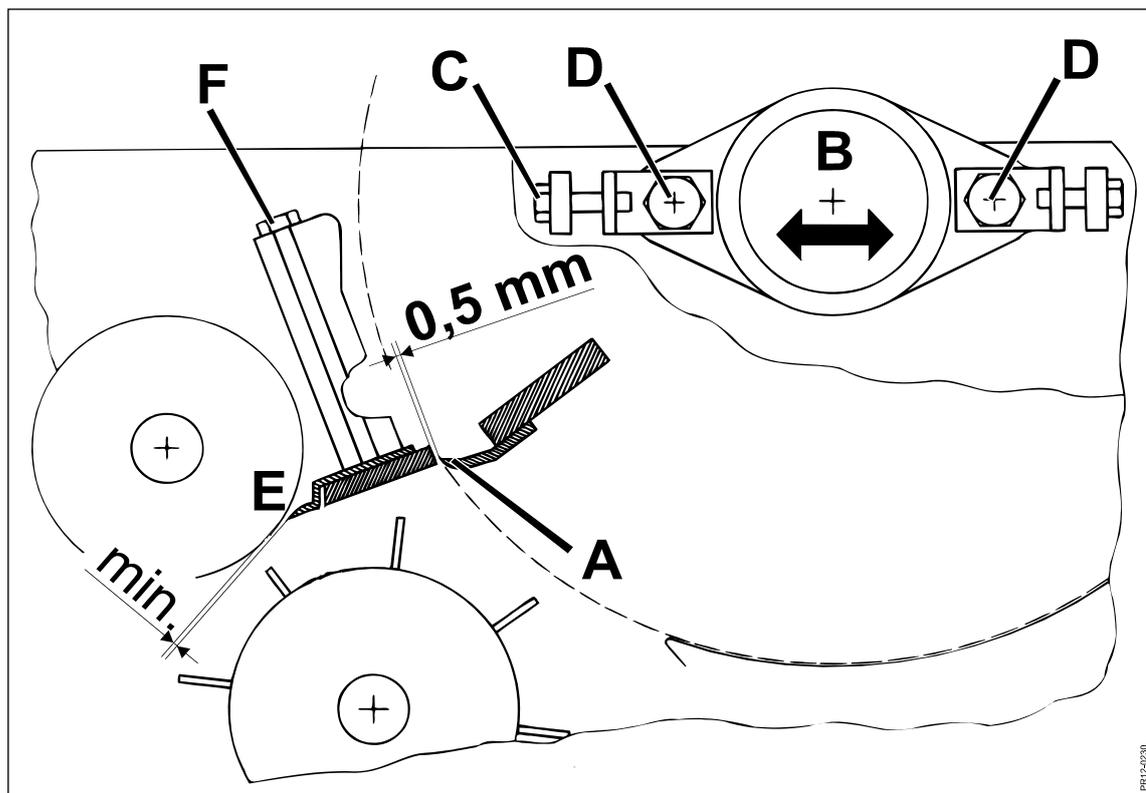
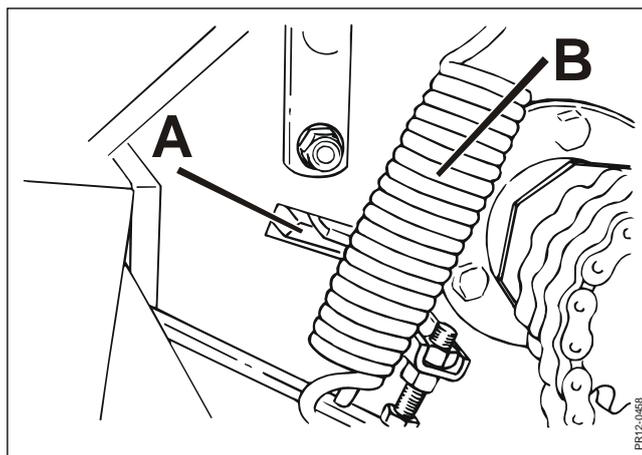

Abb. 4-15
Abb. 4-16
**Abb. 4-15** Der Abstand **A** zwischen den Rotormessern und der Schneidkante muss regelmäßig überprüft werden. Die Überprüfung erfolgt mithilfe eines Messgeräts (Gerät für Abstandsmessung, im Lieferumfang enthalten). Es sollte ein Abstand von 0,5 mm eingehalten werden. Muss der Abstand eingestellt werden, die 2 Lagergehäuse **B** lösen und mit den Schrauben **C** einstellen. Nach Überprüfung des Abstands die Schrauben **D** des Lagergehäuses mit einem Drehmomentschlüssel auf 40 kgm (400 Nm) festziehen.
**Abb. 4-16** Der Schaber wird ausgebaut, indem die Schrauben **F** (Abb. 4-15) entfernt werden, die auch die Schneidkante sichern. Danach können Schaber und Schneidkante aus Öffnung **A** im Rotorgehäuse herausgezogen werden. Die Feder **B** für die gezahnte Walze muss gelöst bzw. ausgebaut werden, sodass ausreichend Platz vorhanden ist. Ist die Schneidkante verschlissen, kann sie umgedreht werden. Die neue scharfe Kante kann genutzt werden.